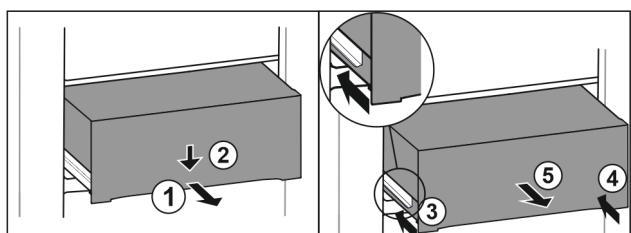

Fig. 151
- Vytiahnite zásuvku do polovice. Fig. 151 (1)
- Zatlačte zásuvku na prednej strane smerom nadol. Fig. 151 (2)
- Zasuňte ľavú koľajničku o cca 2 cm. Fig. 151 (3)
- Zasuňte pravú koľajničku o cca 2 cm. Fig. 151 (4)
- Odoberte zásuvku dopredu. Fig. 151 (5)